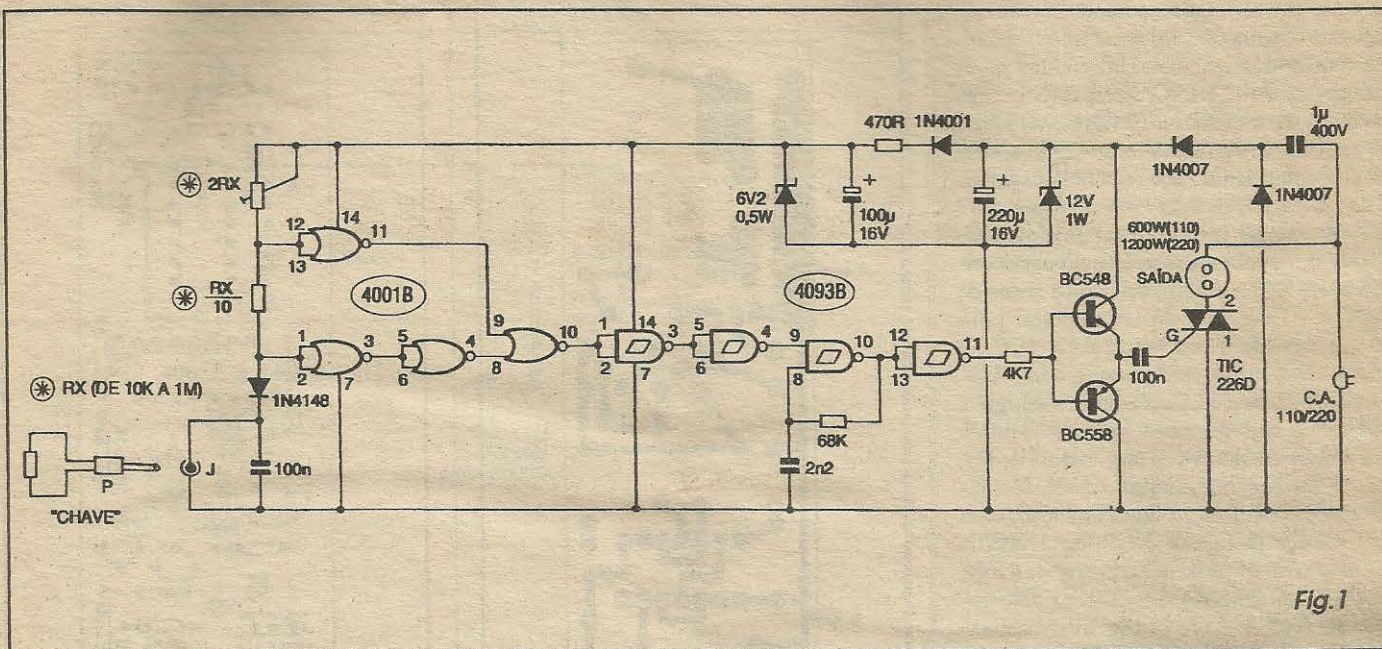

Fig. 1
- FIG. 1 - DIAGRAMA ESQUEMÁTICO DO CIRCUITO - O *esquema* mostra a surpreendente simplicidade do circuito, incluindo a própria chave/segredo, consubstanciada num mero resistorzinho (valor entre 10K e 1M) inserível através de um pequeno plugue universal (P2). Desde já é importante notar que atribuímos a notação **Rx** para o resistor/chave, cujo valor está obrigatoriamente relacionado com os de outros dois componentes do circuito: **Rx/10** e **2Rx**, respectivamente representados por um outro resistor fixo, interno, e por